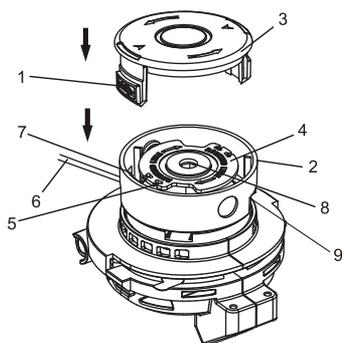

Fig. 15
2. Retirer l'extrémité libre du fil pour coupe-herbe de la fente de retenue (5) de la bobine (Fig. 15).
- Enrouler délicatement et uniformément le fil pour coupe-herbe sur la bobine afin d'éviter les chevauchements causant d'autres blocages du fil (Fig. 15).